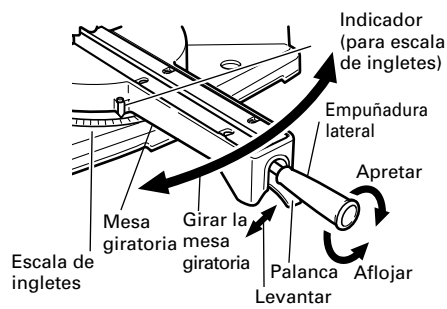
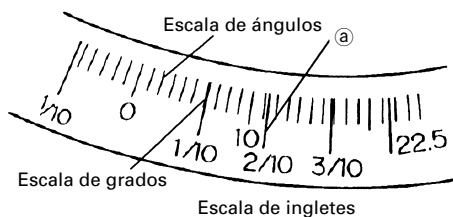

Fig. 30
Fig. 31
(1) Afloje la empuñadura lateral y tire hacia arriba de la palanca para los topes de ángulo. Luego, ajuste la mesa giratoria hasta que el indicador se alinee con el ajuste deseado de la escala de ángulos de inglete (Fig. 30).
(2) Vuelva a apretar la empuñadura lateral para asegurar la mesa giratoria en la posición deseada.
(3) La escala de ingletes (Fig. 31) indica tanto el ángulo de corte de la escala de ángulos como el gradiente en la escala de ángulos.
(4) El gradiente, que es la proporción de la altura hasta la base de la sección triangular a extraerse, puede utilizarse para el ajuste de la escala de ingletes en vez del ángulo de corte, si así se desea (consulte la Fig. 31).
(5) Por lo tanto, para cortar una pieza de trabajo con un grado de 2/10, ajuste el indicador a la posición \textcircled{a} como se indica en la Fig. 31.